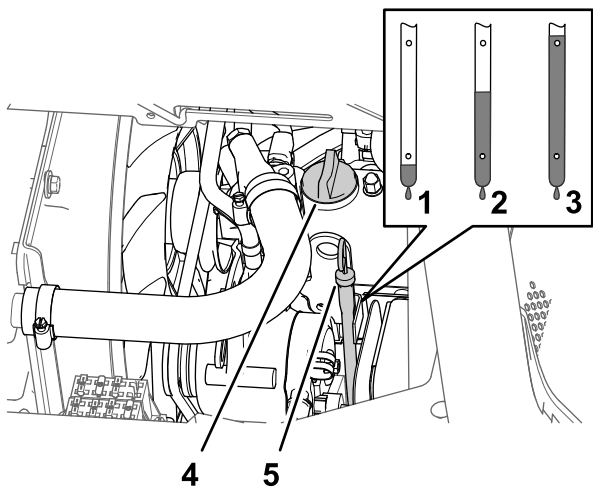

图 80
5. 从发动机气门室盖的加油颈上取出加油颈盖图 80 慢慢从加油颈注入规定油量的大约 80%。
6. 取出量油尺并检查发动机中的机油油位 (图 80)。
7. 慢慢注入规定油量的剩余部分使油位达到量油尺上的“已满”标记处图 80。
8. 将加油颈盖装入加油颈将量油尺装入量油尺管道图 80。